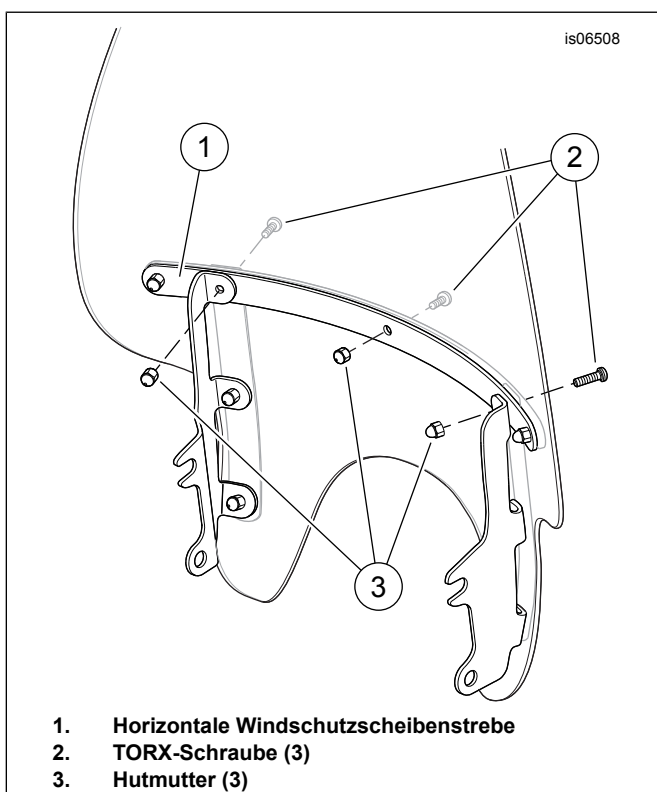

Abbildung 3. Obere Befestigungsteile der Windschutzscheibe entfernen (typisch)
2. Siehe Abbildung 3. Die Hutmutter (3) auf der Rückseite festhalten und die drei innersten TORX-Schrauben (2) entfernen, die die horizontale Windschutzscheibenstrebe (1) befestigen. Die Hutmutter für den Einbau aufheben. Die Schrauben können entsorgt werden.